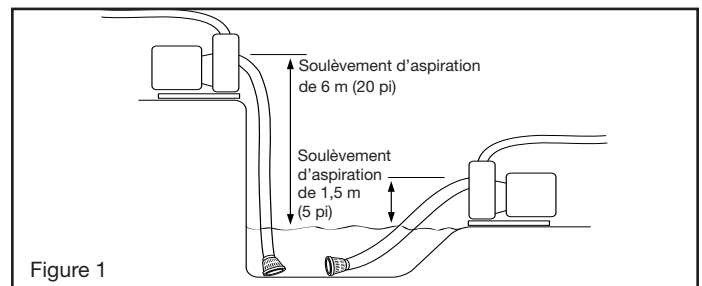

Figure 1
1. La pompe DEVRAIT être placée aussi près que possible du liquide pompé. Une pompe à soulèvement d'aspiration de 6,1 m (20 pi) NE retirera PAS l'eau aussi rapidement qu'une pompe à soulèvement d'aspiration de 1,5 m (5 pi) (Figure 1).